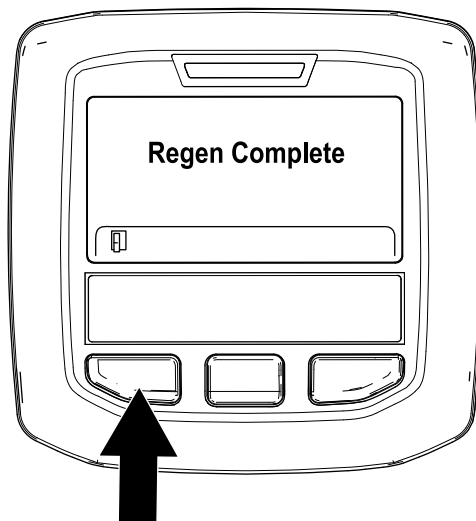

Figura 52
9. A regeneração em estacionamento está concluída quando a mensagem “Regen Complete” (Regen. completa) surge no InfoCenter. Prima o botão esquerdo para sair para o ecrã inicial (Figura 52).